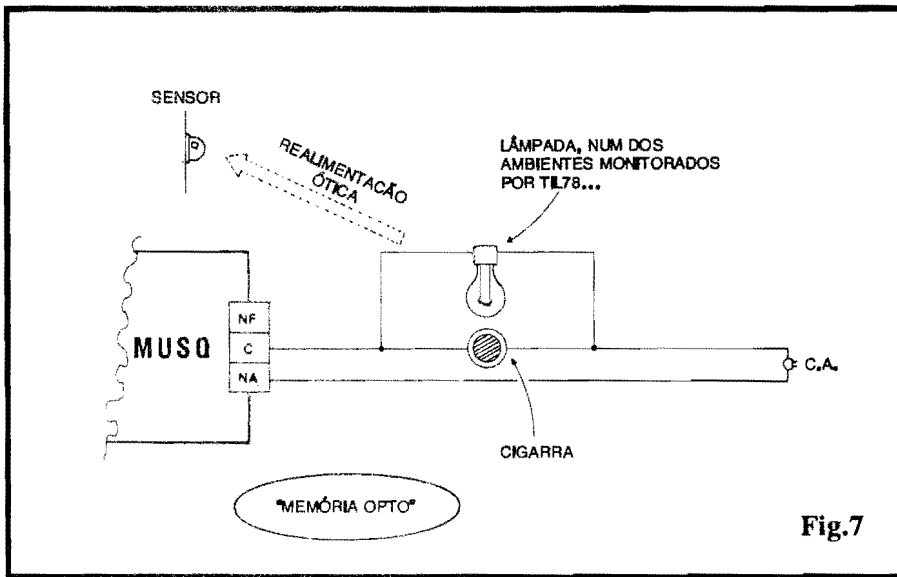

Fig.7
- FIG. 7 - UM INTERESSANTE "TRUQUE" DE "MEMÓRIA" PARA O CIRCUITO (E TAMBÉM UMA UTILIZAÇÃO PRÁTICA BASTANTE VÁLIDA...) - O circuito da MUSO é do tipo que proporciona uma atuação final "momentânea", ou seja: o fechamento do relê apenas se dá enquanto durar a situação excepcional "vista" pelo(s) sensor(es). Essa atuação, um tanto restrita, é fruto da grande simplicidade geral do circuito, que não inclui temporizações ou "memórias" (o que exigiria muitos outros componentes ativos, placa maior, mais peças, mais custo, etc.). Entretanto, sempre existem alguns "truques" extra-circuitais que podem ser aplicados para se obter mais de qualquer arranjo... O circuito aplicativo mostrado no diagrama, é apenas um dos possíveis "truques": como a MUSO reage, basicamente, ao aumento da luminosidade sobre o(s) sensor(es), se a saída "releada" acionar, na situação requerida, uma lâmpada estrategicamente localizada, ou seja, capaz de "jogar" a sua luz, ou parte dela, justamente sobre o sensor responsável pelo acionamento, isso criará um link de realimentação ótica ou *feedback*, capaz de manter o sistema em estado de "disparo" permanente...! Conforme vemos no esqueminha, se uma lâmpada e uma cigarra de C.A. forem comandadas pelos contatos Normalmente Abertos do relê, e desde que a tal lâmpada esteja